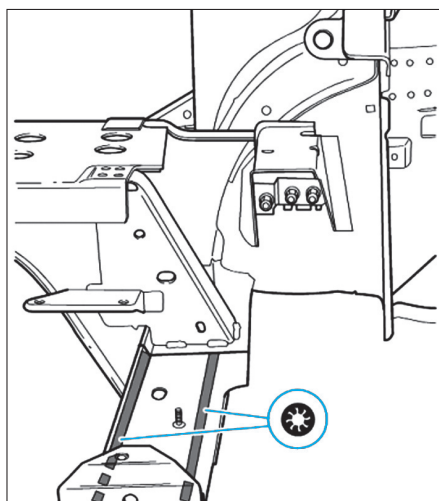

FIG. 11
- Souder la tôle de recouvrement du longeron par bouchonnage sous gaz de protection (Fig.11).